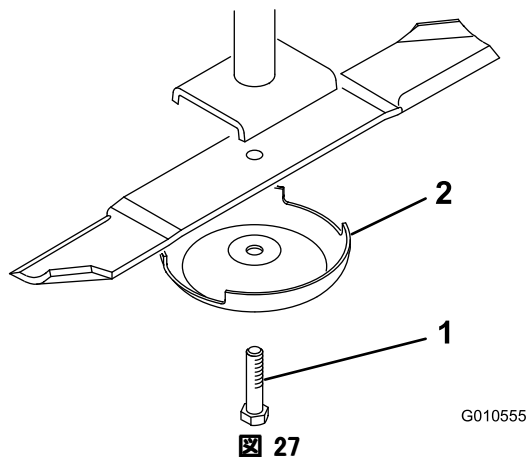

図 27
- ぼろきれや厚いパッドの入った手袋を使ってブレードの端部をしっかりと握る。スピンドルのシャフトからブレードボルト、芝削り防止カップ、ブレードを取り外す（図 27）。